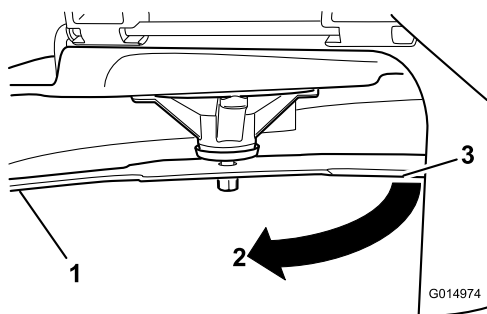

Figure 49
3. Mesurez la distance entre la lame et la surface (A)
4. Tournez la même lame de 180 degrés pour amener l'autre tranchant à la même position (Figure 49).